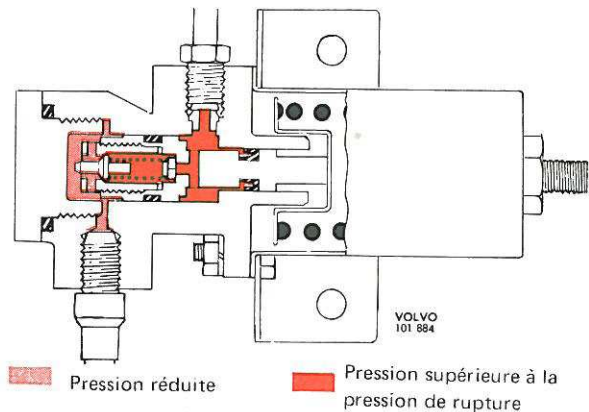

Figure 47. Limitation de pression
(3) que dans le cylindre (6), cette pression a tendance à repousser le piston vers la droite. Ce mouvement est toutefois amorti par le ressort (10).
Lorsque la pression de freinage s'approche de la pression de rupture, elle dépasse la pression du ressort (10) et repousse le piston (21) vers la droite. Sous l'action du petit ressort (5), la soupape (4) peut alors se fermer et couper la communication entre les deux cylindres (3 et 6) pour séparer le système en un circuit pour les roues avant et un circuit pour les roues arrière. Si la pression dans le maître-cylindre et dans les cylindres récepteurs des roues avant continue à augmenter, la force hydraulique développée dans le cylindre (6) repoussera le piston vers la gauche, la tige de piston butera contre le fond du cylindre, la soupape (4) s'ouvrira et la pression dans le cylindre (3) augmentera. Le piston est de nouveau refoulé vers la droite et la soupape se ferme. De cette façon, le piston vient enfin occuper une position d'équilibre et la pression à la sortie du répartiteur devient inférieure à la pression à l'entrée, voir figure 47. La différence entre ces deux pressions est déterminée par la différence entre les surfaces actives du piston et par la tension des ressorts (10 et 5)